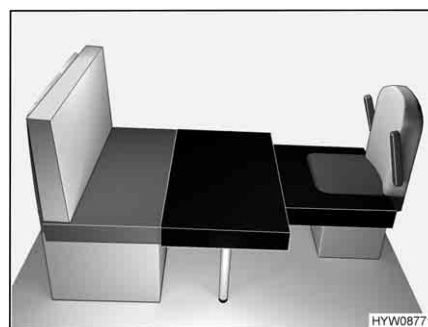

Fig. 79 Dopo la trasformazione
- Posizionare il cuscino aggiuntivo rettangolare davanti al cuscino del sedile del divano, sul tavolo, come illustrato nella Fig. 79.